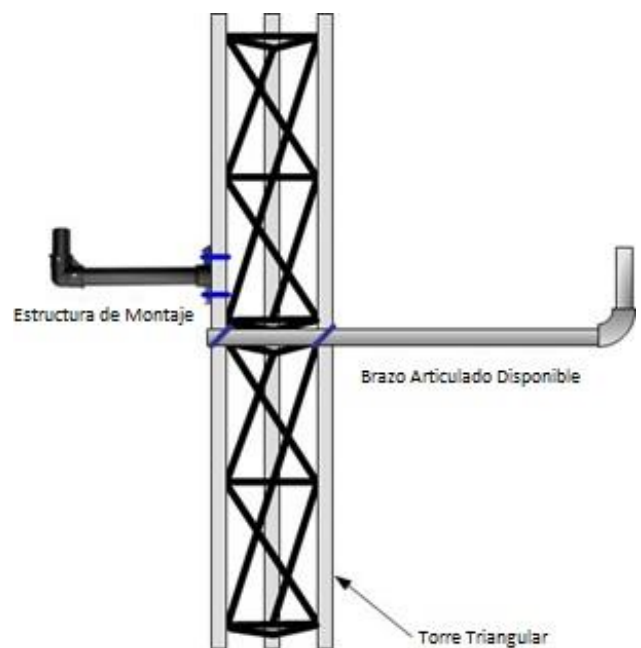

Figura 2.1.2-2 Preparación de emplazamiento- Soportes de Montaje
- Soporte de la estructura: Si el sensor va a ser instalado de forma independiente, prepare una cimentación de hormigón como la que se muestra en la figura 2.1.2-1. Se recomienda que la profundidad de la cimentación de hormigón este por debajo de la línea de congelación para evitar el empuje. La cimentación se preparará también para la toma de tierra, el cableado de potencia y el de señal.
- El Sentry™ puede ser instalado en una estructura ya existente, como un poste de tráfico o una torre triangular usando el soporte de montaje opcional. Si el cliente dispone de una estructura de brazo articulado, puede ser ensamblada con una tubería de 1 ½ pulgadas SCH 40 y empalmes como se muestra en la figura 2.1.2-2. Compruebe su número de modelo del sensor, si termina en "P", su sensor está equipado con una brida de 1 pulgada nominal, y debe usar una tubería de 1 pulgada para el brazo articulado. De lo contrario, utiliza una tubería de 1 ½. La estructura del brazo articulado debe estar unida al lateral de la torre triangular con un perno en forma de U o similar. Cuando este decidiendo que lado de la torre se va a utilizar, asegúrese que el volumen de muestra del sensor este mirando al lado opuesto a la torre y ni sobre el brazo articulado, y las ópticas receptoras están orientadas al norte o paralelas a la carretera.